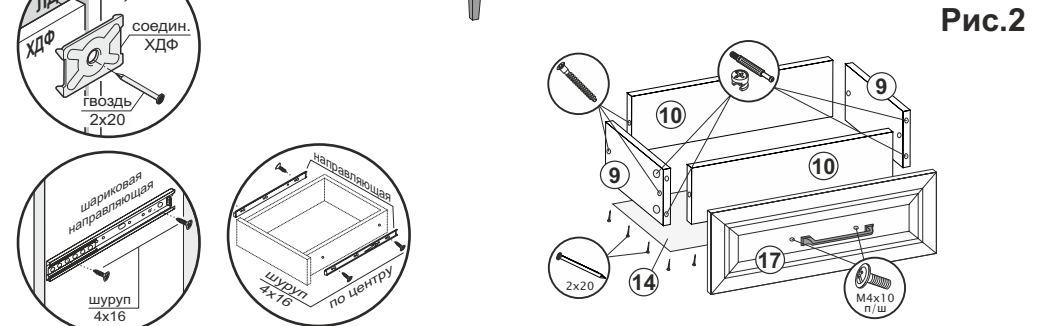

Рис.2
13. Соединить детали ящика (9,10) еврошурупами. Замерить диагонали получившихся ящиков и прибить ХДФ (14) гвоздями 2x20 (рис.2).
14. К створкам (17) прикрутить ручки винтами M4x10 П/Ш. Установить створки (17) на собранные ящики с помощью эксцентриков (рис.2).
15. Прикрутить ответные части направляющих по центру деталей ящика (9) шурупами 4x16 (рис.2).